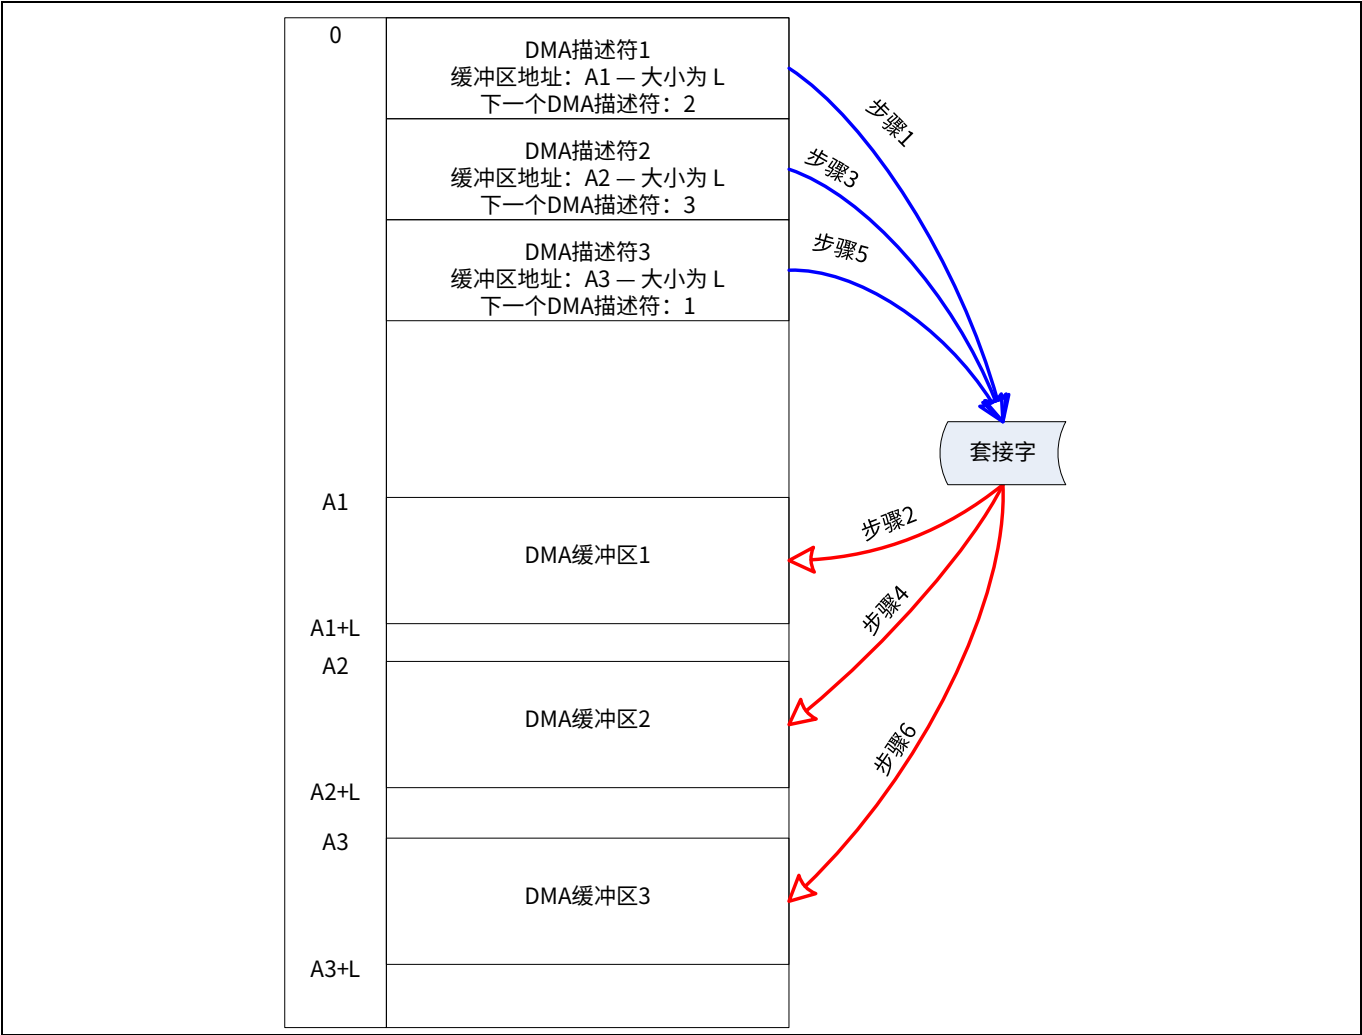

Figure 12 DMA 传输示例
**Figure 12** 显示的是 DMA 数据传输的详细内容。本示例使用了三个长度为  $L$  的 DMA 缓冲区，这些缓冲区通过链接方式形成一个圆形循环。CX3 存储器地址位于左边。蓝色箭头表示该套接字从存储器加载套接字链接列表的描述符。红色箭头表示数据传输路径。下面各步骤描述了数据被发送到内部 DMA 缓冲区时所进行的套接字操作序列。
**Figure 13** 显示的是使用了双套接字的数据传输以及执行的各步骤。套接字 0 和套接字 1 对 DMA 缓冲区的访问分别使用了红色和绿色箭头 (套接字有各自独立数据路径) 区分。每一步骤中的“a”和“b”操作同时发生。通过硬件的此并行操作可以消除 DMA 描述符的返回的死区时间并允许 GPIF II 连续将数据流动到内部存储器内。这些步骤同 **Figure 12** 中的“Step”线相对应。